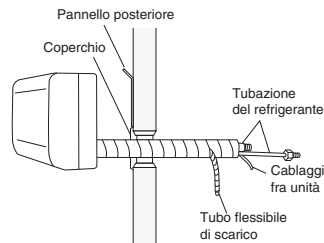

Fig. 3-60
- (1) Modellare la tubazione refrigerante affinché possa passare facilmente attraverso il foro del muro. (Fig. 3-60)